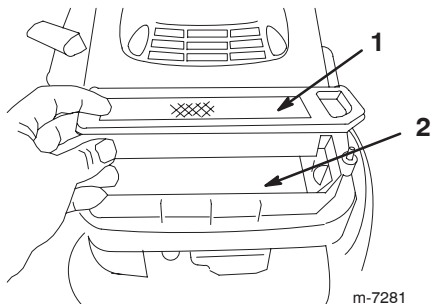

Bild 25
- Entfernen und entsorgen Sie den Papierluftfilter (Bild 25).
- Entfernen Sie den Schaumvorfilter und waschen ihn in milder Seifenlauge. Löschen Sie ihn dann trocken (Bild 25).